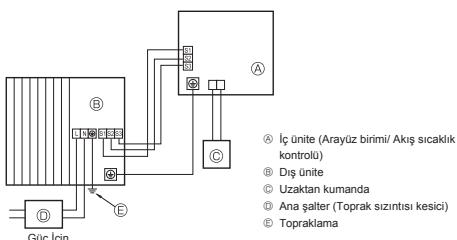
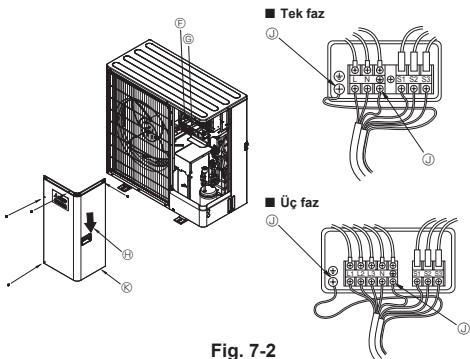

Fig. 7-1
Fig. 7-2
7.1. Dış ünite (Fig. 7-1, Fig. 7-2)
① Servis panelini sökünen.
② Fig. 7-1 ve Fig. 7-2'ye bakarak kabloları bağlayın.